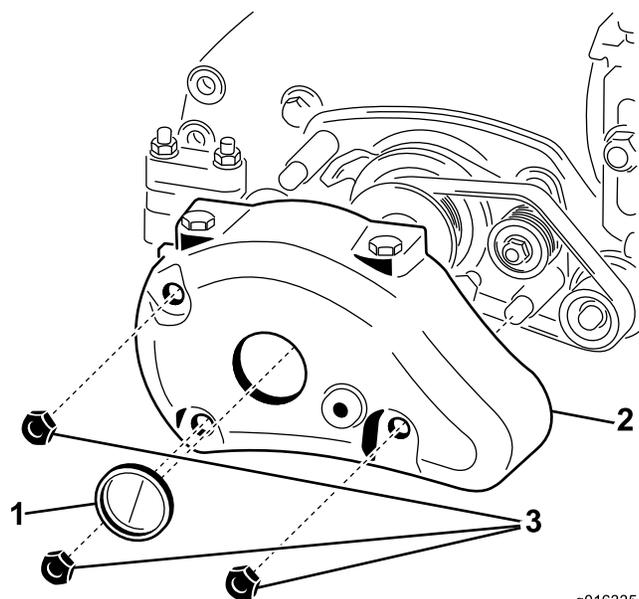

Figura 14
3. Remova as três porcas e a cobertura do rastelo do final da unidade de corte; consulte a Figura 14. Empurrando do interior, remova o tampão do orifício maior no centro da cobertura do rastelo.
4. Instale a cobertura do rastelo novamente na unidade de corte com os fechos previamente removidos, consulte a Figura 14.